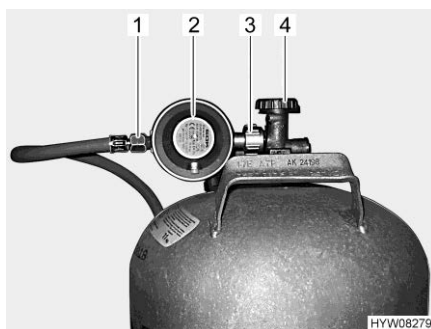

Fig. 126 Raccordo bombola del gas
- Chiudere la valvola principale di arresto (Fig. 126,4) della bombola del gas. Osservare la direzione della freccia.
- Tenere fermo il regolatore di pressione del gas (Fig. 126,2) e aprire il dado zigrinato (Fig. 126,3) (generalmente filettatura sinistra).
- Rimuovere il regolatore di pressione del gas con il tubo del gas (Fig. 126,1).
- Collocare il regolatore di pressione del gas (Fig. 126,2) con il tubo del gas (Fig. 126,1) sulla bombola del gas e serrare il dado zigrinato (Fig. 126,3) (generalmente filettatura sinistra). **Non** tirare con molta forza.